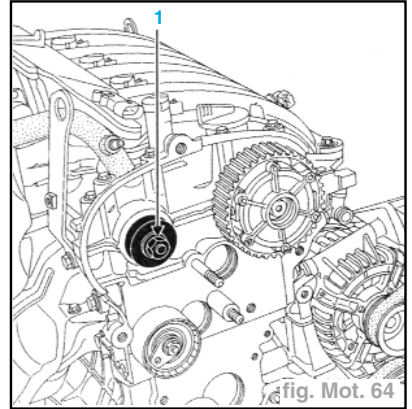

fig. Mot. 64
- Remplacer les joints d'étanchéité des arbres à cames (fig. Mot. 64 et 65) :
- mise en place du joint d'étanchéité d'arbre à cames d'échappement à l'aide de l'outil **Mot. 1512** en utilisant l'ancien écrou (1),
- mise en place du joint d'étanchéité du déphaseur d'arbre à cames, admission à l'aide de l'outil **Mot. 1517** en utilisant l'ancien écrou (2).